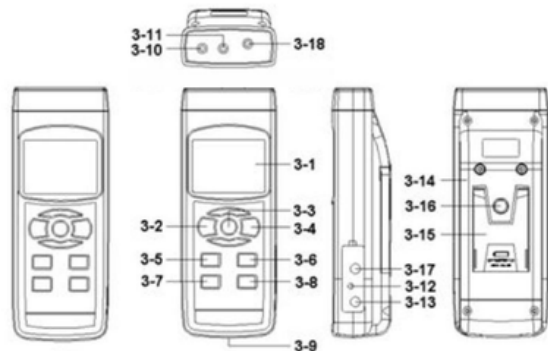

Fig.1
- A. Quando o canto esquerdo do visor do LCD exibir "  ", é necessário substituir a bateria. Entretanto a algumas gravações, ainda podem ser realizadas por várias horas após o indicador de bateria fraca aparecer antes que o instrumento se torne impreciso. B. Solte os parafusos da "tampa da bateria" (3-14, Fig. 1) e remova a "Tampa da Bateria" do instrumento e remova a bateria.
Durante a ativação, use um pino para pressionar o botão "Reset" (3-12, Fig. 1) de vez em quando descanse o sistema do circuito.
- b. Para conectar os instrumentos RS232 isoladamente, plugue o UPCB-03 ao "Soquete de Entrada ISOLADO"(3-11, Fig. 1) do CDR-550.
Prepare um "cartão de memória SD" (1 GB a 16 GB, opcional), insira o cartão SD ao "soquete do cartão SD" (3-9, Fig. 1). O painel frontal do cartão SD deve ficar contra a caixa voltada para baixo.
Pressione o botão "LOGGER"(3-4, Fig. 1) uma vez, a posição inferior do LCD mostrará o texto "DATALOGGER" e intermitente por tempo de amostragem (por exemplo 2 segundos...), ao mesmo tempo, os dados de medição junto com as informações de tempo serão salvos no circuito de memória, o alarme soará (se o som de alarme estiver habilitado, consulte o capítulo 7-7, página 16).
Durante a execução da função Datalogger (LCD inferior exibe o texto "DATALOGGER" intermitente), pressione o "botão Start/Pause" (3-6, Fig 1) para pausar
- 1) Use o botão "▲"(3-5, Fig. 1) ou o botão "▼"(3-7, Fig. 1) para selecionar "YES" ou "no".
Depois de selecionar o texto superior para "YES" ou "no", pressionando o botão "Enter" (3-4, Fig. 1) salvará a função de configuração como padrão.
- 1) Use o botão "▲"(3-5, Fig. 1) ou o "botão ▼" (3-7, Fig 1) para selecionar "BASIC" ou "Euro".